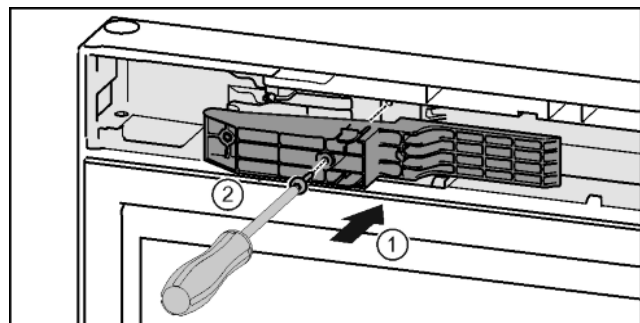

Fig. 47\*
- ▶ Вставить деталь адаптера в отверстие на стороне ручки.\* Fig. 47 (1)
- ▶ Затянуть винты отверткой T15.\* Fig. 47 (2)